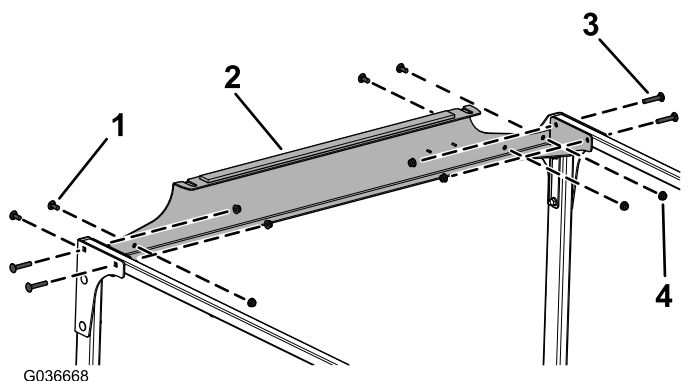

图10
9. 如图10所示, 用 4 个托架螺栓 (5/16 x 11/4 英寸) 和 8 个凸缘螺母 (5/16 英寸) 将后交联松松地安装到交联管和后安装板上。